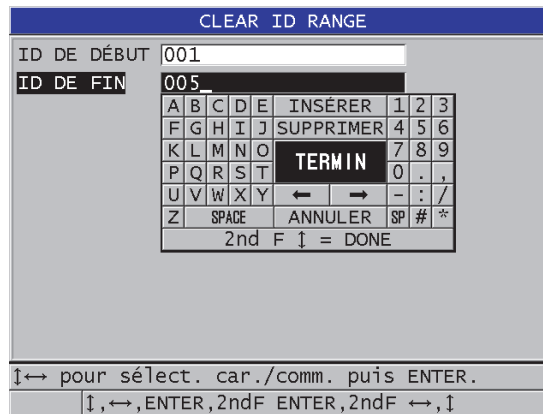

Figure 11-21 Suppression des données d'une plage d'identifiants dans le fichier actif
3. Dans l'écran **CLEAR ID RANGE** (Figure 11-21 à la page 222), faites ce qui suit :